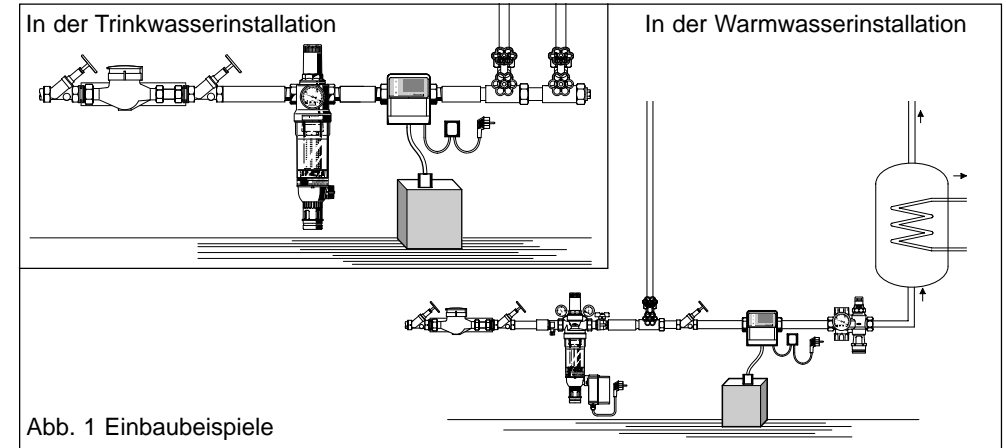

Abb. 1 Einbaubispiele
- Auf der waagrechten Rohrleitung, unmittelbar auf dem Wasserzähler (Abb.1).